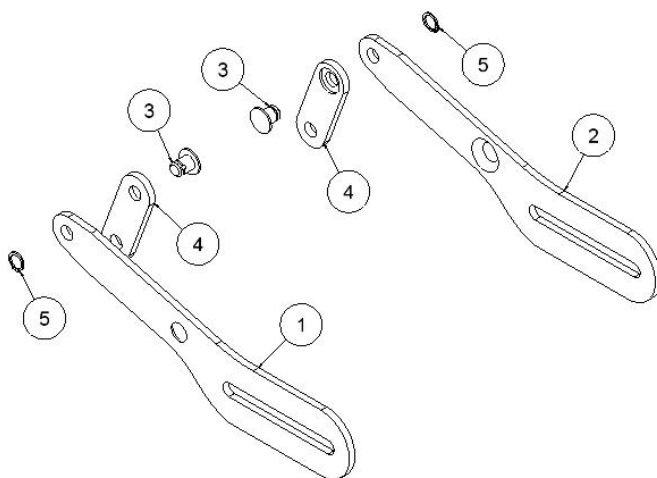

Figure. 1
L'ensemble tireur est formé par le tireur et de la came. Chacun des deux tireurs (1 et 2) doit être relié à une came (4) avec l'articulation (3). Afin de le fixer, on utilisera un anneau de sûreté DIN 471 M8 x 0,8 (5). Tel qu'il est indiqué dans la figure 1, les cames doivent être placées sur le côté interne du tireur (celui qui porte le noyau).